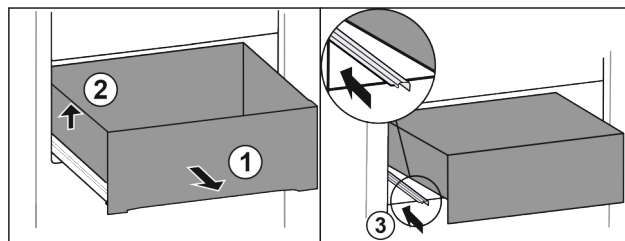

Fig. 86
- ▶ 将抽屉拉出至止挡。Fig. 86 (1)
- ▶ 抬起抽屉左侧。Fig. 86 (2)
- ▶ 推入左侧轨道。Fig. 86 (3)